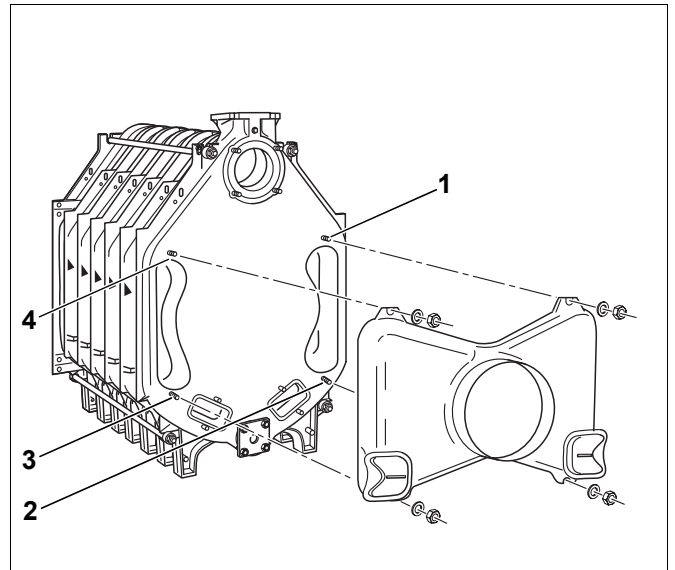

Bild 29 Abgassammler montieren
- Den Abgassammler auf die vier Stiftschrauben am Hinterglied aufsetzen (Bild 29, **Pos. 1** bis **4**) und mit Unterlegscheiben und Muttern anschrauben.